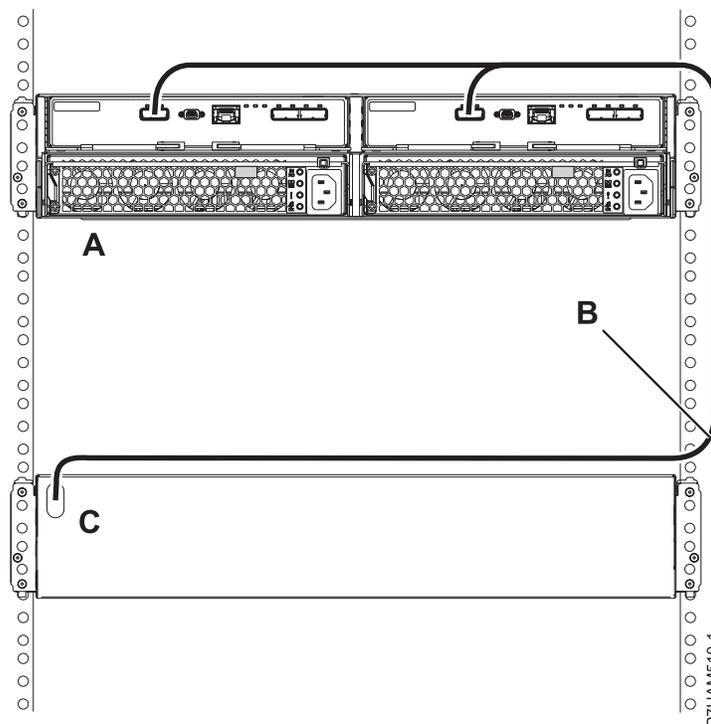

Figure 34. Mode 1 de connexion d'un boîtier d'unité de disque 58/87 via un câble YI à un système avec prise en charge pour un tiroir SAS unique
7. Effectuez la connexion de mode 1 d'un boîtier d'unité de disque 58/87 (A) via un câble YI (B) vers un système prenant en charge un tiroir SAS unique (C), comme illustré dans la figure 34.
- Le système avec prise en charge d'un tiroir SAS unique (C) peut accéder à l'ensemble des 24 baies d'unité.